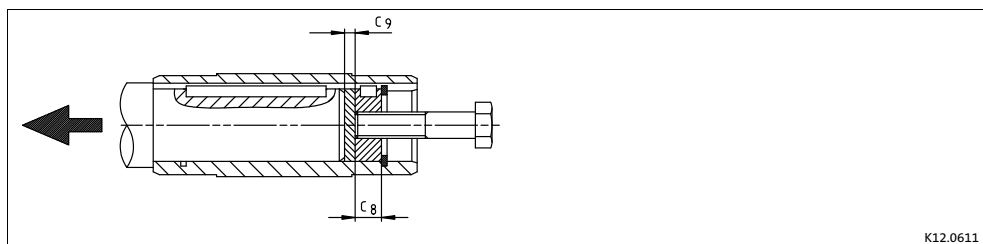

Fig. 6 Démontage des réducteurs avec arbre creux à l'aide des accessoires : réducteurs GKR exceptés
2. Extraire l'arbre machine de l'arbre creux du réducteur par vissage (Fig. 6).